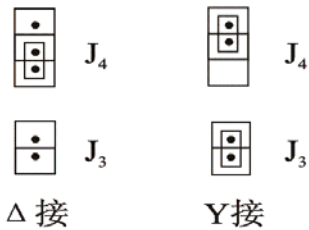

图 2
2.10 外型尺寸: $262\times 192\times 60\text{mm}$ (详见附图 2)
本控制器配有半封闭外壳,内部装有电源变压器和控制板(包括脉冲变压器)。面板上设有接线端子、调节电位器和状态指示灯。本控制器可垂直或水平安装在整流装置中,外形和安装示意图见附图 2。安装前首先按说明书要求确定变压器接线、调节器增益和电流反馈跳线位置(详见 5.3),然后再将控制器固定到装置中。
当主电路变压器初级线圈采用 Y 接法或无变压器时，将跳线 J_4 跳向 Y 侧， J_3 闭合(见图 2)。出厂时置于 Y 侧。